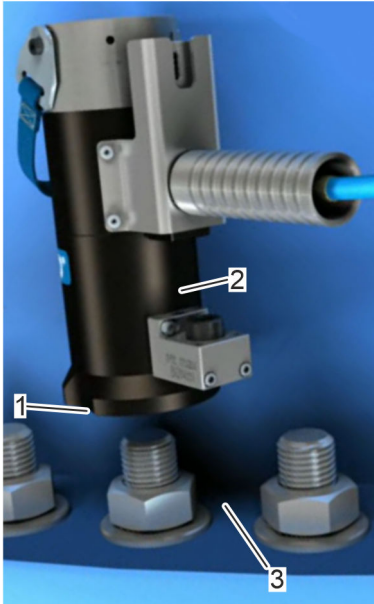

Abb. 24: Abstützen
1. ➤ Auflagefläche (Abb. 24/3) und Schraube säubern.
2. ➤ Spannzylinder aufsetzen. Sicherstellen, dass die Auflagefläche (Abb. 24/3) senkrecht zur Schraubenachse ist.